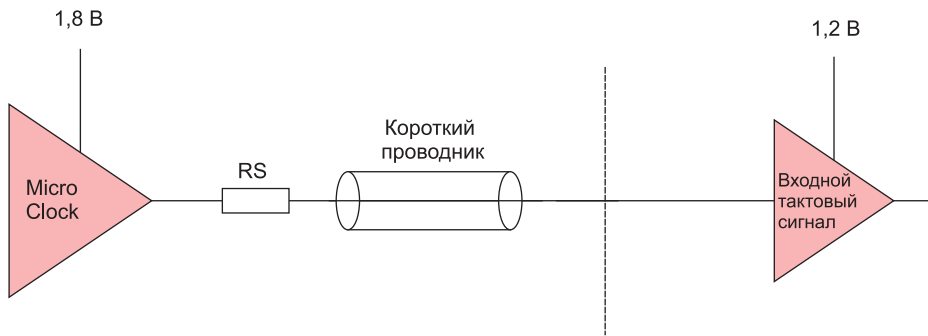

Рисунок 3. Подача сигнала на вход низковольтной CMOS-логики
- Подача входного тактового сигнала на низковольтные логические схемы (рисунок 3). Это тоже беспроблемная ситуация. Выберите амплитуду, которая наиболее близка к той, что необходима для работы логической схемы. Это действительно как для высоких частот, так и для низких, таких как 32,768 кГц. Рекомендации для длины линии передачи и значения RS аналогичны вышеприведенным.